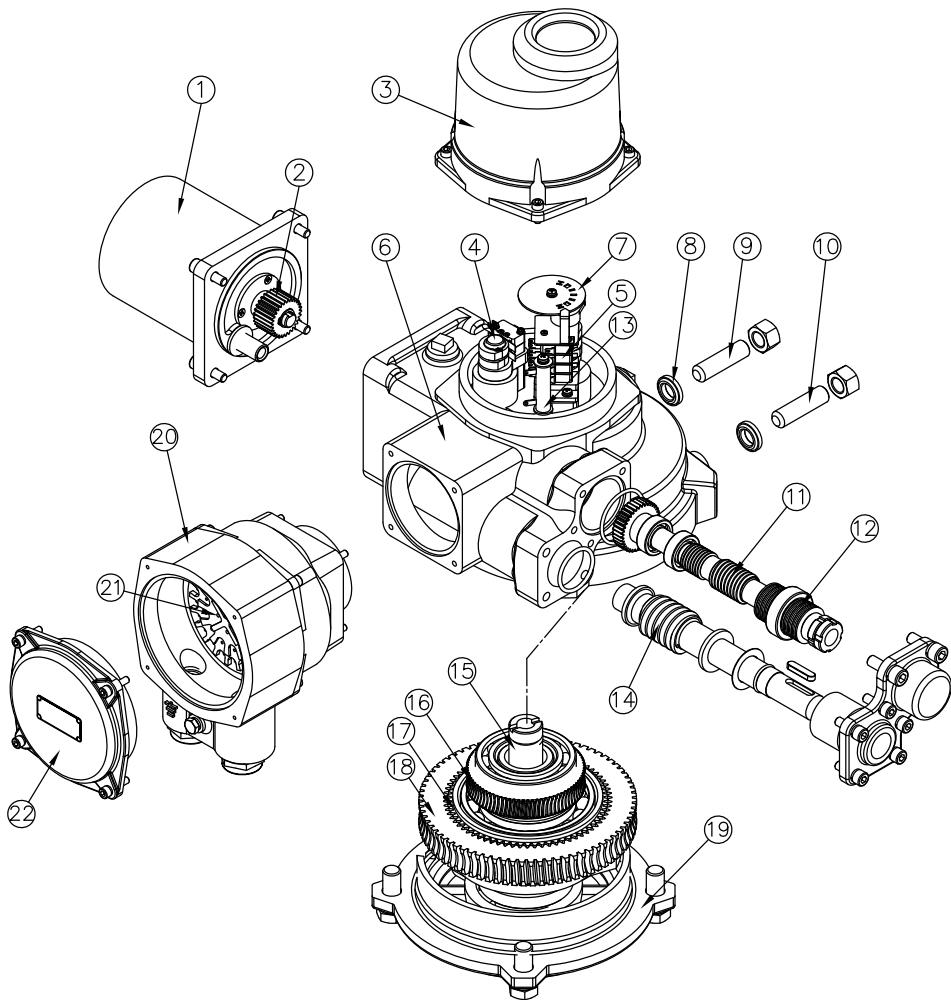
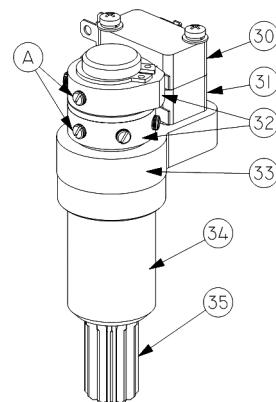

Рис.1 Электропривод Г3-ОВВ
Рис.3 Двухсторонняя муфта ограничения крутящего момента
Электропривод состоит из следующих узлов и деталей (рис.1): электродвигателя (1), взрывозащищенной клеммной коробки (20-22), силового редуктора, в состав которого входит: червячный редуктор (11,16), червячный редуктор маховика ручного дублера (14,18) и автоматическая муфта сцепления с планетарной передачей (17), двухсторонней муфты ограничения крутящего момента (моментной муфты) (4), ограничителя хода выходного вала (5), индикатора положения затвора арматуры (7), выходного вала (15), механических упоров открытия и закрытия (9,10) и корпусных деталей.
При достижении предварительно установленной величины крутящего момента в положении ЗАКРЫТО или ОТКРЫТО, либо в случае аварийного заклинивания штока затвора арматуры в промежуточном положении, выходной вал (15) (рис.1) с червячным колесом (16) останавливается, а червячный вал (11), ввинчиваясь в венец червячного колеса (16), вследствие продолжающегося вращения ротора электродвигателя, начинает перемещаться в осевом направлении, сжимая тарельчатые пружины (12). Величина сжатия тарельчатых пружин определена настроенным крутящим моментом моментной муфты. Поступательное движение червячного вала (11) приводит к вращению вала моментной муфты (34) (рис.3). Кулачки (32), расположенные на валу моментной муфты, нажимают кнопки муфтовых микровыключателей (30, 31), размыкая цепь управления питанием электродвигателя электропривода.
Механические упоры (9,10) (рис. 1) применяются для первоначальной настройки конечных положений затвора арматуры ОТКРЫТО и ЗАКРЫТО при ручном управлении. Они также являются аварийной защитой, в случае отказа конечных и муфтовых микровыключателей, электродвигатель отключится блоком тепловой защиты БТ (рис. 4).